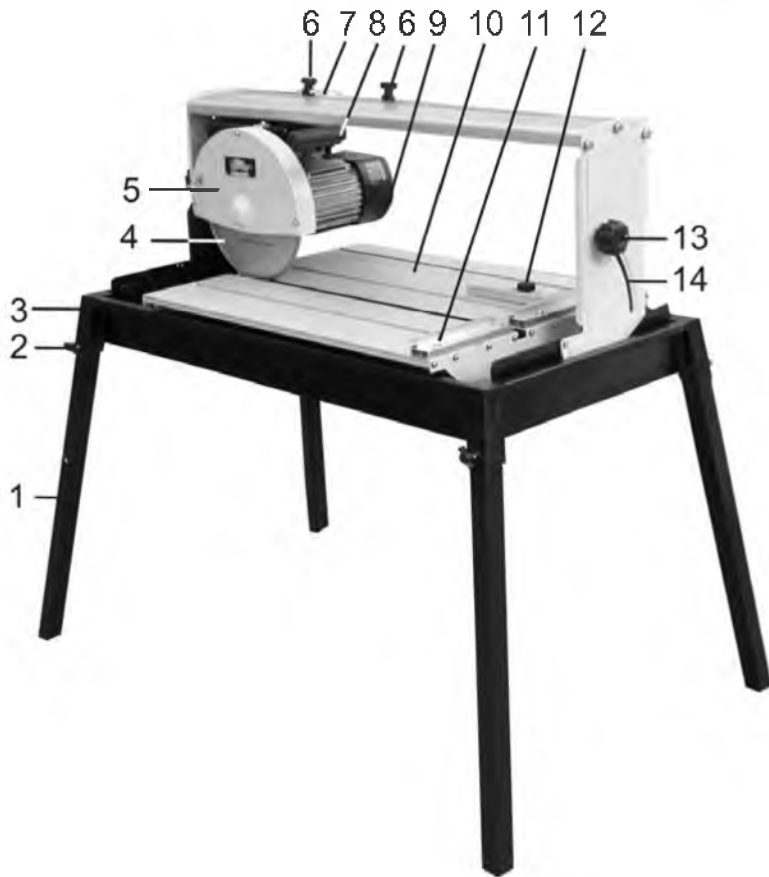
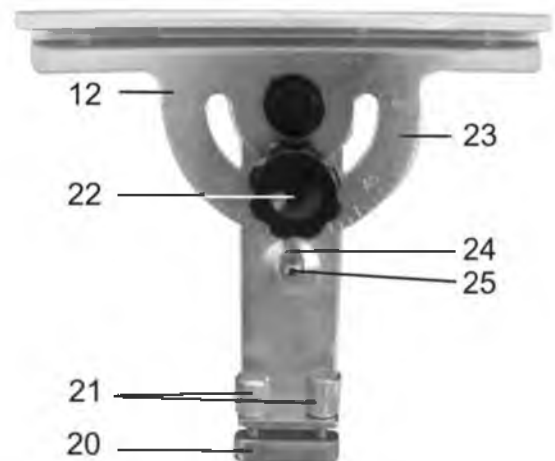

Рис.2
Рис. 7
7. УСТРОЙСТВО Рис. 2,3
8. ТРАНСПОРТНОЕ ПОЛОЖЕНИЕ (Рис. 2,3)
9.2. Сборка плиткореза (Рис.2)
9.2.3. Установите пластину (20), Рис. 7, на регулируемом упоре (12), используя винты крепления (21), как показано на Рис.2, и закрепите на направляющей планке (11) рабочего стола (10).
10.1. Регулировка угла резания (Рис. 2,3,7,8)
11.1. Принцип работы (Рис. 2,3)
11.2. Подготовка к работе (Рис. 2, 8)
11.3. Выполнение работы (Рис. 2,3)